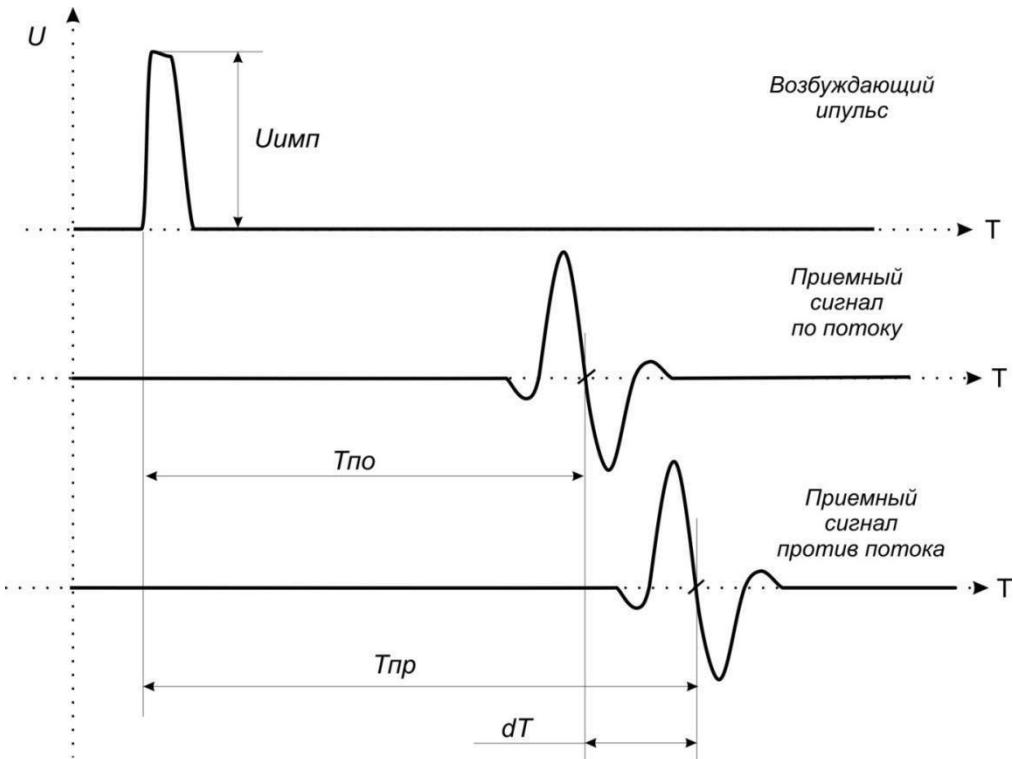

Рисунок 8 – Временные диаграммы ультразвуковых сигналов расходомера
5.1 ПЭП 1 и 2, работающие попеременно в режиме приемник-излучатель, связаны высокочастотным кабелем РК50 с ЭБ, обеспечивающим посылку возбуждающих импульсов (рисунок 8) на пьезопреобразователь, работающий в режиме излучателя, и прием (усиление и детектирование) слабых сигналов от пьезопреобразователя, работающего в режиме приемника.
При движении жидкости в трубопроводе происходит снос ультразвуковой волны, который приводит к изменению времени распространения ультразвукового сигнала (далее – УЗС): по потоку жидкости (от ПЭП1 к ПЭП2) время прохождения уменьшается, а против потока (от ПЭП2 к ПЭП1) – возрастает (рисунок 8). Разность времен прохождения УЗС через жидкость по направлению и против направления потока пропорциональна скорости потока  $V$  и, следовательно, объемному расходу  $Q$ .